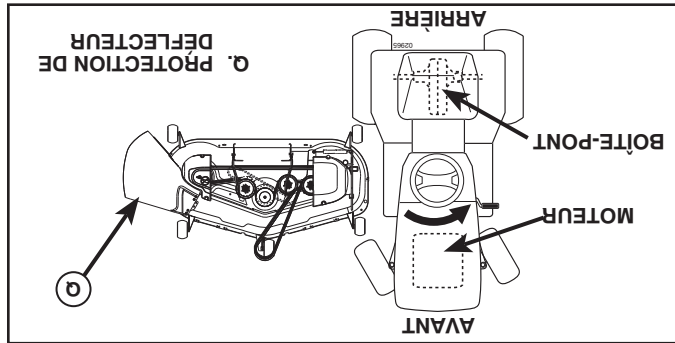

Fig. 6
- **PLACER LA TONDEUSE (Voir la Fig. 6)**
- Tourner le volant de direction à gauche aussi loin que possible et placer la tondeuse sur le côté droit du tracteur avec la protection de déflecteur (Q) à gauche.